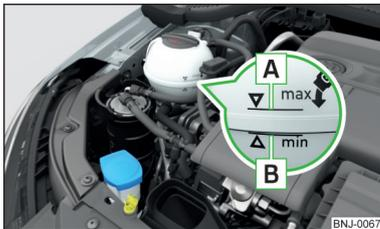

Abb. 148
Die Bezeichnung des Kühlmittels ist auf dem Kühlmittelausgleichsbehälter aufgeführt » Abb. 148 auf Seite 161.
- Das Kühlmittel nicht über die Markierung **A** auffüllen » Abb. 148 auf Seite 161.
Kühlmittelausgleichsbehälter » Abb. 148
➤ Den Kühlmittelstand am Kühlmittelausgleichsbehälter prüfen » Abb. 148.
Bei betriebswarmem Motor kann das Prüfergebnis ungenau ausfallen. Der Stand kann auch über der Markierung **A** » Abb. 148 liegen.